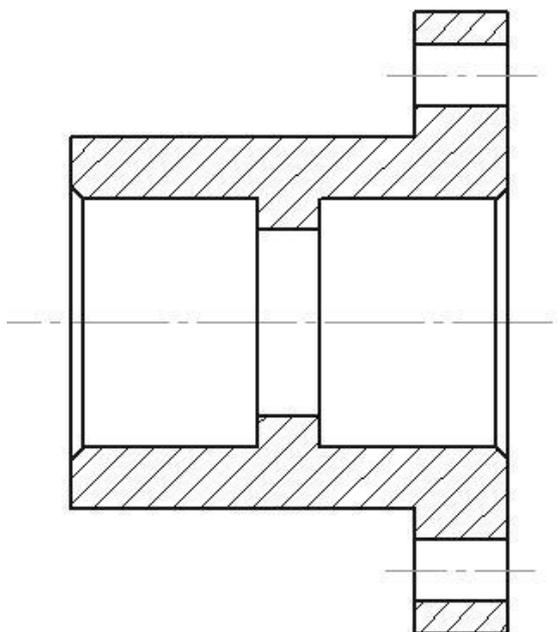

Рис.17 Заштрихованная деталь
8. Выполним штриховку в местах условного среза корпуса детали. На выбранной *Инструментальной панели* используем примитив **Штриховка** . Настроим его параметры на *Панели свойств* в соответствии со следующими характеристиками: из списка **Стиль** выберем **Металл**, из списка **Цвет** возьмем черный, **Шаг** будет равен 3.0, а **Угол** будет составлять 45° . Выделив область, которую необходимо заштриховать, щелчком левой кнопки мыши, графический редактор заштрихует ее автоматически. КОМПАС-3D может автоматически штриховать только замкнутые контуры, иначе операция выполняется вручную путем задания области штриховки с помощью функции **Ручное рисование границ**  на *Панели специального управления*. По окончании выполнения операции необходимо нажать на *Панели специального управления* кнопку **Создать объект** . Заштрихованная деталь показана на **рис. 17**.